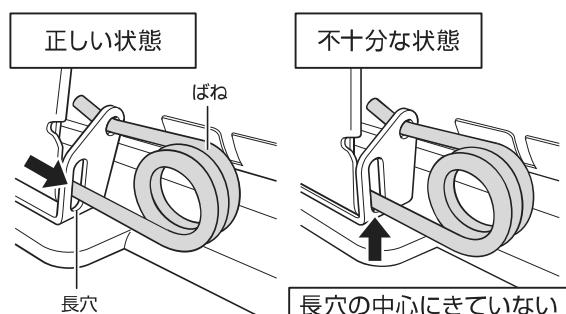

図 10 ばねに力がかかっているか確認
- 5.** フックの下側にあるばねに力がかかっている（長穴の中心部にはばねがある）ことを確認してください。（図 10 参照）